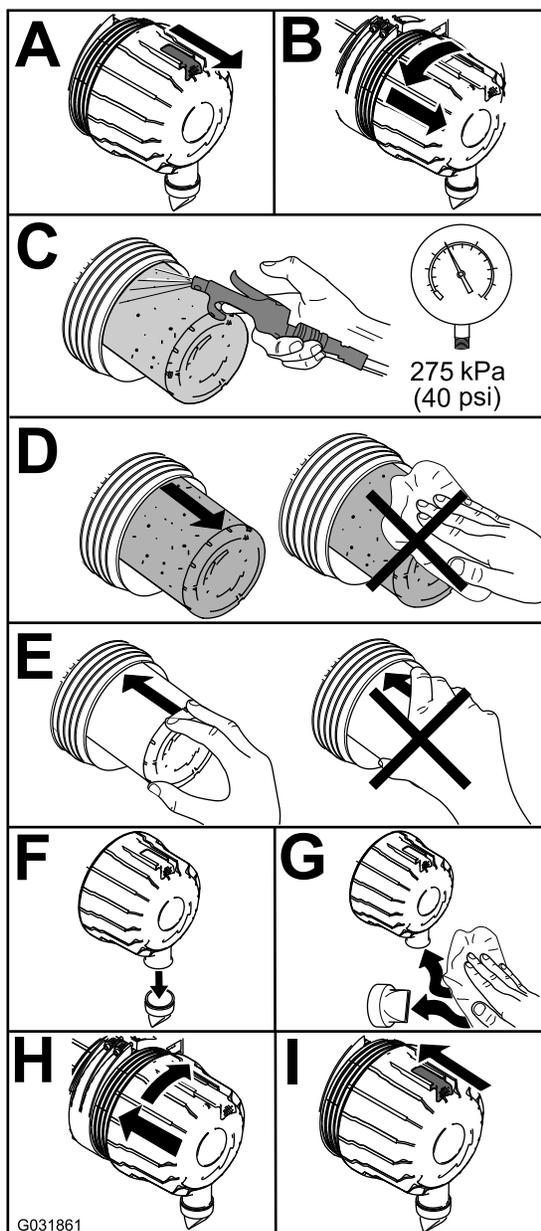

Рисунок 79
1. Замените воздухоочиститель (Рисунок 79).